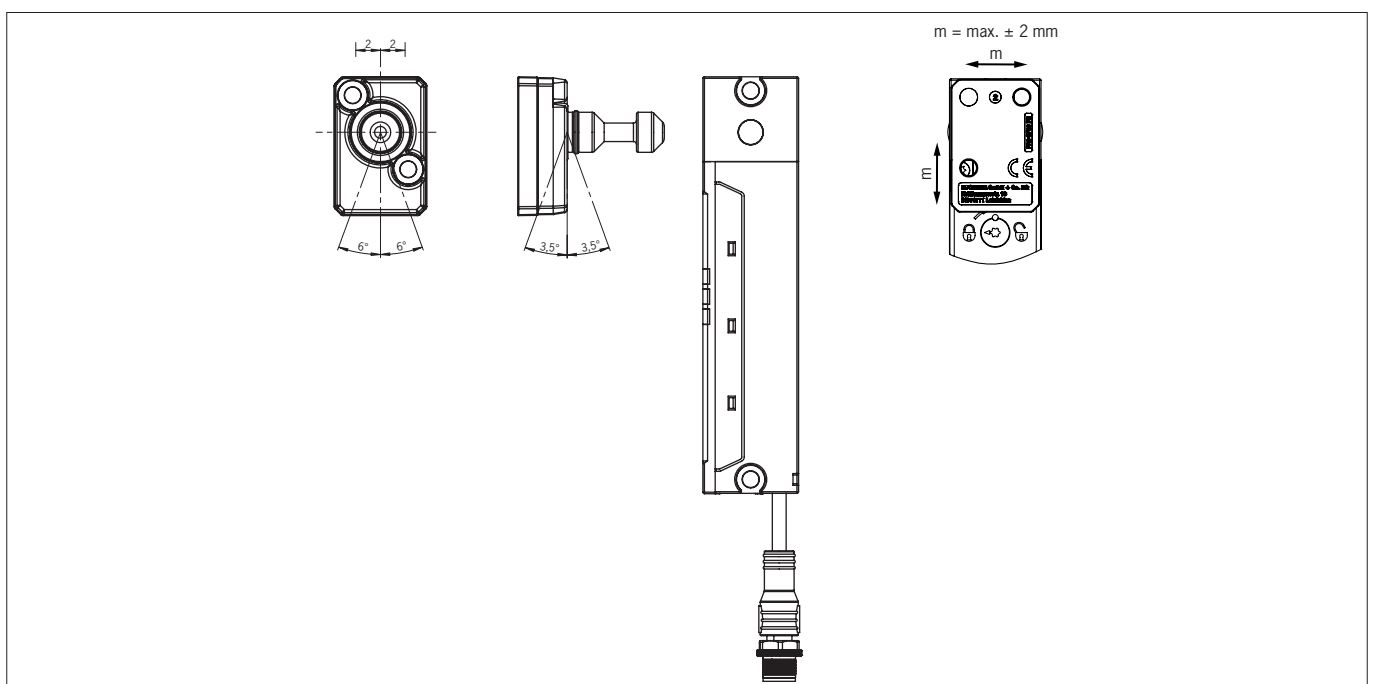

Fig. 4: Movimiento máximo del actuador y holgura central máxima
- › Tenga en cuenta los ángulos de inclinación admisibles entre el interruptor y el actuador (véase Fig. 4).